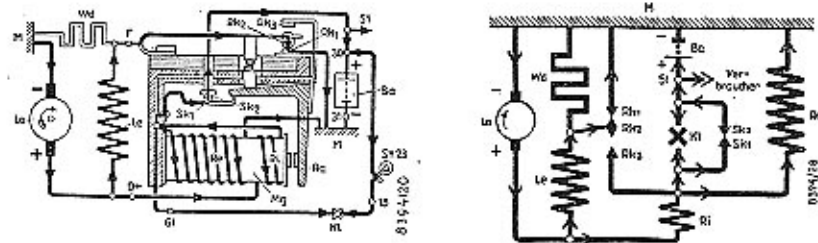

Bild 17*
a) Vor Beginn der Regelung (siehe Bild 17)*. Die Kontakte Rk1 und Rk2 sind geschlossen.